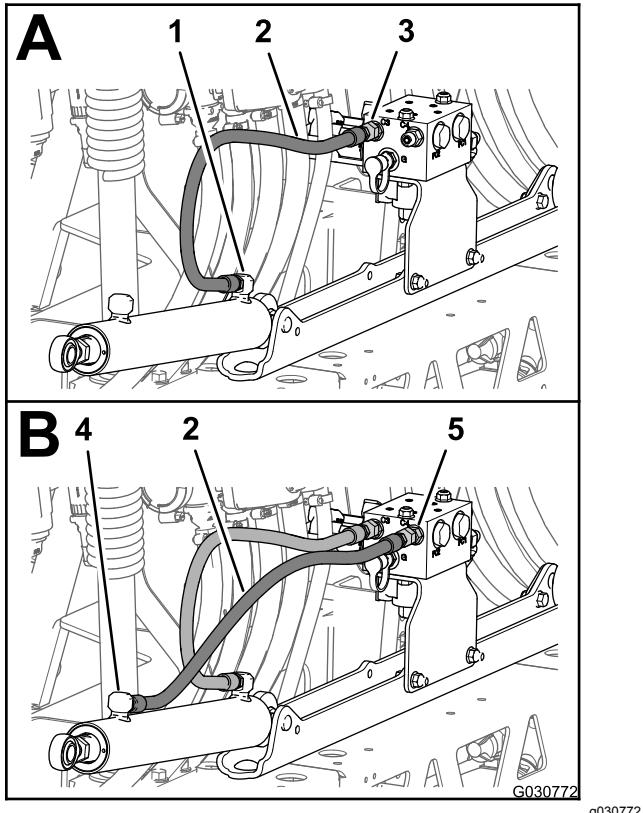

Bild 129
1. Montieren Sie einen neuen Hydraulikschlauch (1/4" x 24-3/4") lose zwischen dem Ausfahran schluss des linken Auslegerhubzylinders und Anschluss C3 des Auslegerhubverteilers (Bild 129).
2. Montieren Sie einen neuen Hydraulikschlauch (1/4" x 24-3/4") lose zwischen dem Rückzuganschluss des linken Auslegerhubzylinders und Anschluss C4 des Auslegerhubverteilers (Bild 129).
5. Ziehen Sie die Schlauchanschlussstücke an den Ausfah- und Rückzuganschlüssen der Hubzylinder (Bild 129 und Bild 130) bis auf 21-26 Nm an.
6. Ziehen Sie die Überwurfmuttern der Schläuche am Auslegerhubverteiler (Bild 129 und Bild 130) bis auf 24-30 Nm an.